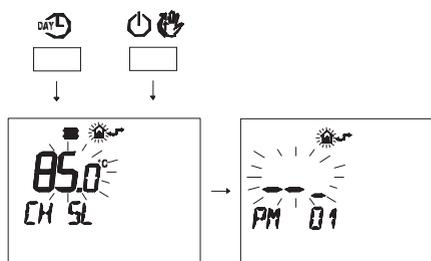

Figura 5.64
- Premere contemporaneamente i pulsanti **DAY** e **CH** per entrare nella programmazione trasparente (Figura 5.64).